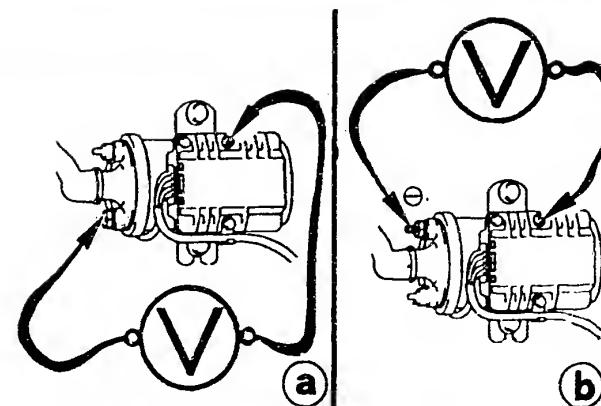

Bild 66 Elektronische Zündanlage am Motor 4A-GE: a) Prüfen der Eingangsspannung an der Zündspule und am Schaltgerät bei eingeschalteter Zündung.
c) Vor dem **Ausmessen der Zündanlage** sind der Widerstand der Zündkabel (maximal 25kOhm), der Zündkerzenabstand (1,1mm) und der Primär- und Sekundärwiderstand der Zündspule zu kontrollieren. Am **Schaltgerät** ist zuerst die Eingangsspannung zu überprüfen (Bild 66). Dann ist eine Batterie von 3...5V (eine höhere Spannung würde die Dioden zerstören) an den Anschlussstecker zum Schaltgerät anzuschliessen. Während am Zündspuleneingang Batteriespannung angeschlossen wird, ist die Spannung am Schaltgerät zu messen (Bild 67). Sie muss während den ersten 0,5...1,0s bei 7...10V liegen und danach auf 12V ansteigen.